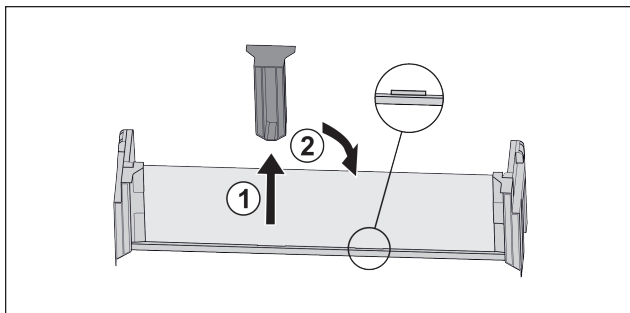

Fig. 83 *
- ▶ Extraire la pièce de retenue centrale Fig. 83 (1)*
- ▶ Insérer la pièce de retenue centrale en deuxième position Fig. 83 (2)*